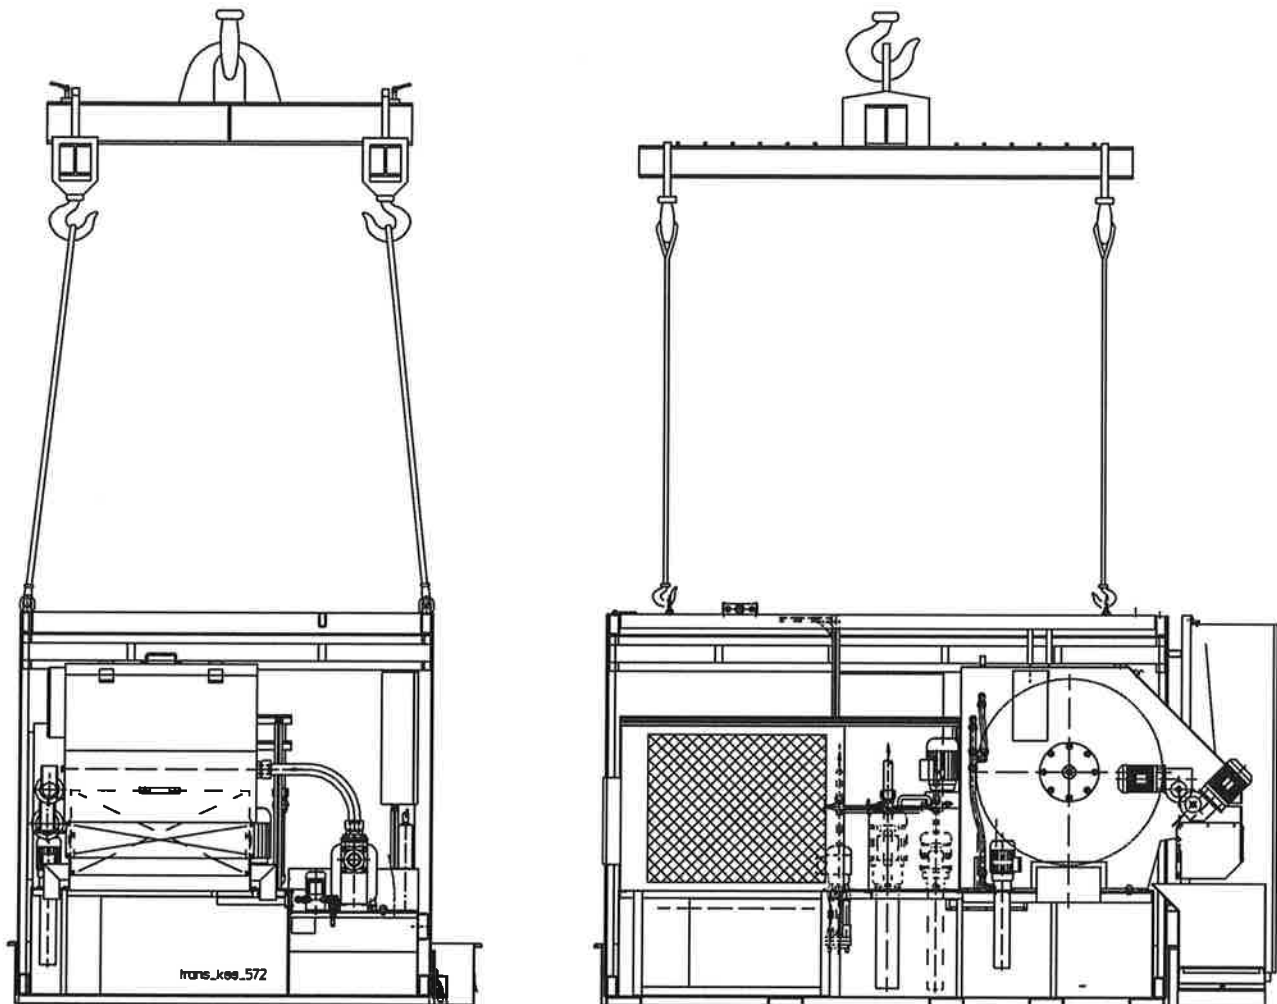

Abbildung 3: Transport der Kühlschmierstoff-Anlage
- 1 Kranhaken-Geschirr bzw. Transport-Traverse – siehe Abbildung 3;
2. Transportseile entsprechend Abbildung 3 in die Transporthaken der Kühlschmierstoff-Anlage und in das Kranhaken-Geschirr einhängen.